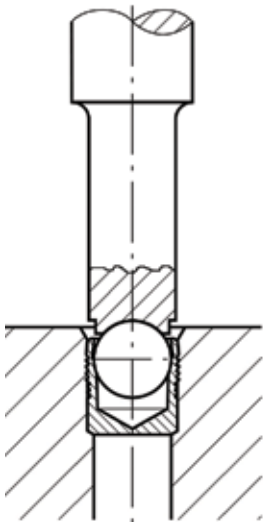

Bild 2
- Kugel mittels Presse soweit einpressen, bis der obere Scheitelpunkt unterhalb des Hülsenrandes liegt (Bild 2 und 3). Entsprechende Richtwerte des Setzweges S sowie des Masses X sind der Tabelle zu entnehmen.